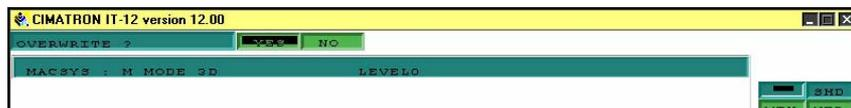

Рисунок 48
36. Для подтверждения нажимаем YES (рис.48).